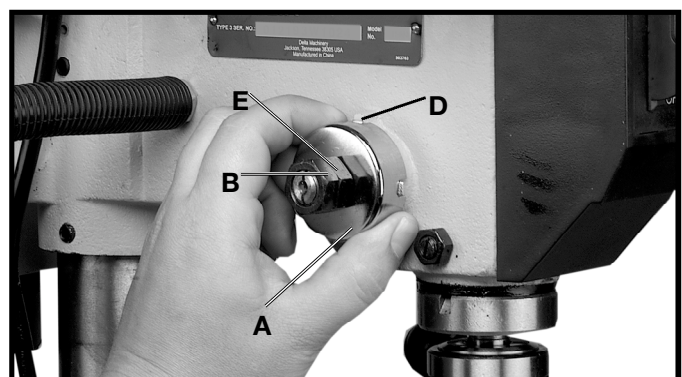

Fig. 29
3. Tout en **MAINTENANT SOLIDEMENT** l'enveloppe du ressort (A, fig. 29) retirer l'enveloppe et la tourner jusqu'à ce que la protubérance (D) s'engage dans la prochaine coche de celle-ci. Tourner l'enveloppe en sens antihoraire pour augmenter la tension du ressort ou en sens horaire pour la diminuer. Visser l'écrou (E) jusqu'à ce qu'il touche l'enveloppe (A) du ressort puis le dévisser d'un quart de tour pour que l'écrou (E) se décolle de l'enveloppe du ressort (A). Serrer l'écrou (B) contre l'écrou (E) pour maintenir l'enveloppe en position. **IMPORTANT** : l'écrou interne (E) ne doit pas toucher l'enveloppe du ressort (A) lorsque serré.